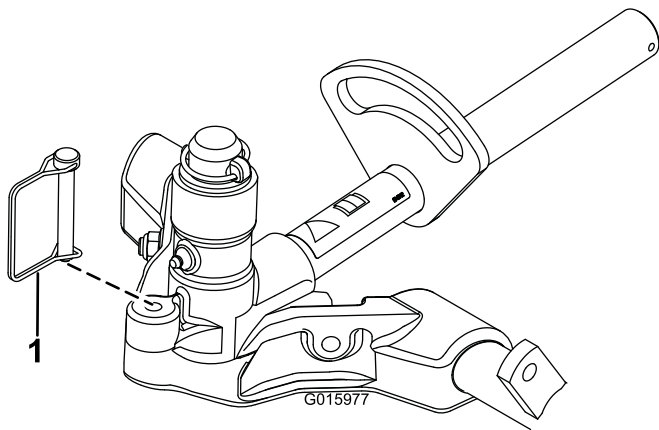

**Bild 16**
9. Schmieren Sie den Trägerrahmen mit sauberem Schmiermittel ein (Bild 16).
10. Frontschneideeinheiten: Schieben Sie eine Schneideinheit unter den Hubarm und schieben Sie gleichzeitig die Trägerrahmenwelle in das Gelenkjoch des Hubarms (Bild 16). Stellen Sie sicher, dass die Druckscheibe auf der Trägerrahmenwelle positioniert ist.
11. Befestigen Sie die Trägerrahmenwelle mit dem Einraststift am Hubarmjoch (Bild 16).
- B. Setzen Sie das Hubarmjoch in die Trägerrahmenwelle ein (**Bild 16**).